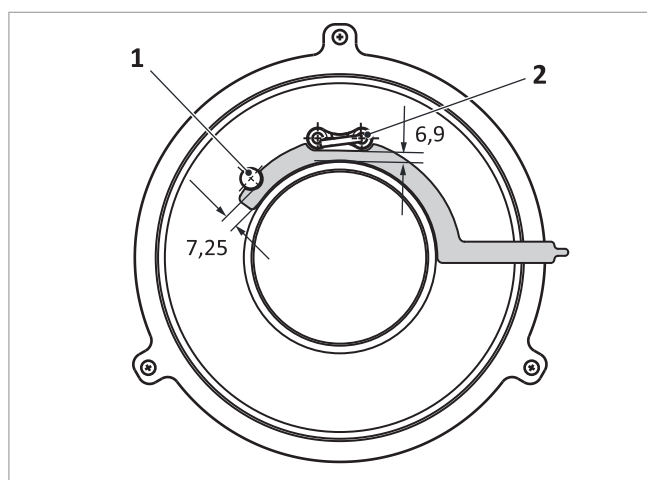

Fig. 135: distanze degli elettrodi di accensione e di ionizzazione dal vello del bruciatore
- elettrodo di ionizzazione → fig. 135 (1): 7,25 mm
- elettrodo di accensione → fig. 135 (2): 6,9 mm